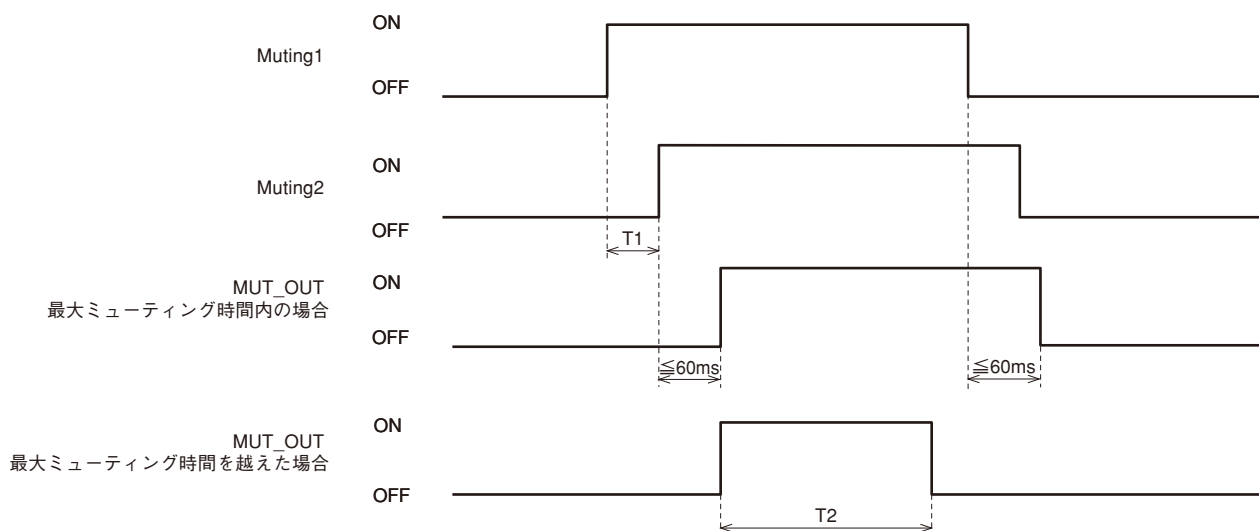

図3-12. ミューティングシーケンス
- それぞれ独立して配線された2つのミューティング入力信号を、設定した入力順序および図3-12に示されるT1の切り換え時間間隔以内に切り換えた場合。
- ミューティング状態が、設定した最大ミューティング時間T2 (図3-12) を越えた場合。